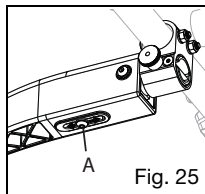

Fig. 25
2. Svitare la vite da 6 mm situata sul lato inferiore del gruppo (Fig. 25:A).
4. Riavvitare la vite da 6 mm (Fig. 25:A). Non stringere troppo.